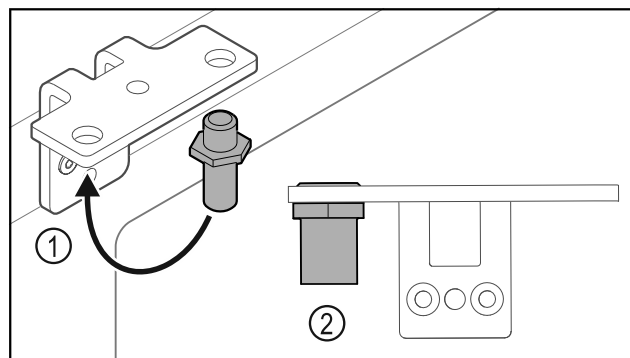

Fig. 20
- Přesaďte čep Fig. 20 (1) v úhelníku závěsu.
- Utáhněte čep Fig. 20 (2) **utahovacím momentem 12 Nm**.